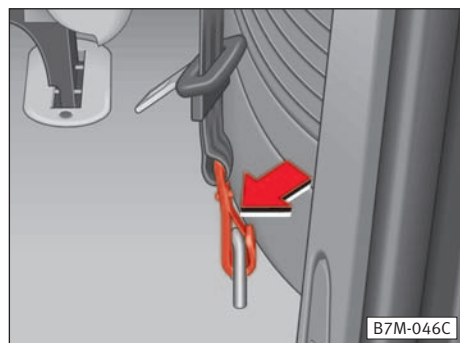

Fig. 17
- Presionar el fleje en el sentido de la flecha y sacar el gancho hacia abajo ⇒ fig. 17.